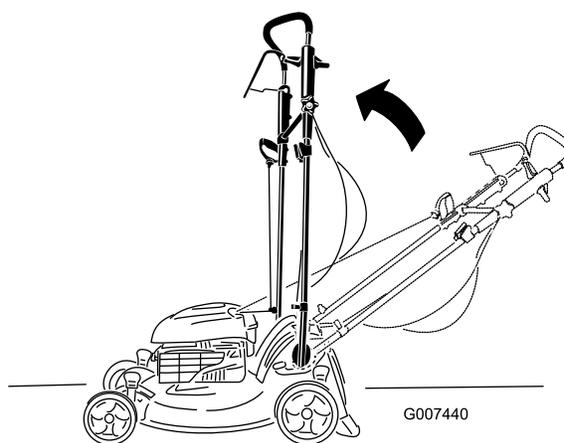

Рисунок 48
2. Переведите рукоятку в вертикальное положение (Рисунок 48).